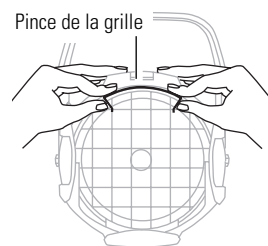

Figure 2
3. Enlever la grille de protection en serrant la pince de la grille entre le pouce et l'index. Sortir la grille. Voir la **Figure 2**.
6. Appuyer sur la pince à ressort avec le doigt pour libérer la lentille. Voir la **Figure 2**.
6. Installer la grille de protection avant toute utilisation. Pour installer la grille de protection, serrer la pince de la grille entre le pouce et l'index et placer la grille de protection dans la bague de rotation de la lentille. La pince de la grille doit être placée sous le clip de maintien. Voir la **Figure 2**.